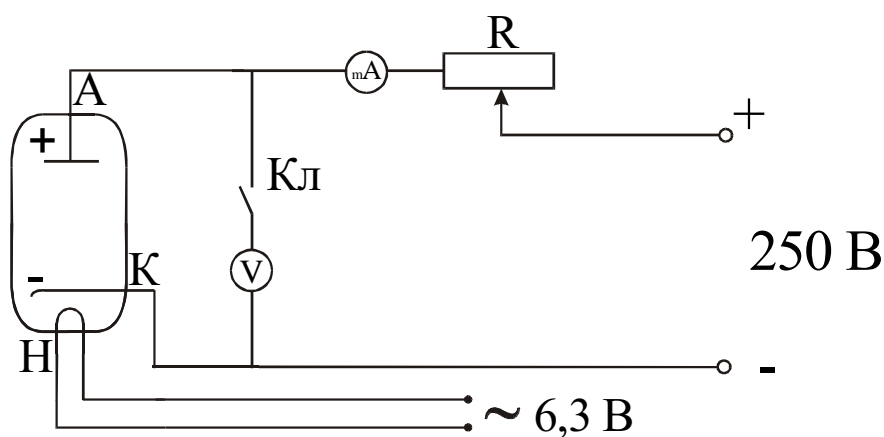

Рис.2
1. Собрать схему (рис.2)
5. По формуле (8) вычислить величину e/m . Результаты занести в таблицу 1.